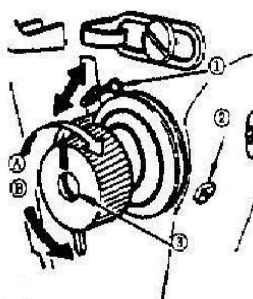

Рис. 15
1. Повернув винт регулятора натяжения (2) по часовой стрелке (в направлении С), Вы усилите натяжение нити в шпулке.
9. ПРУЖИНА НИТЕПРЯТЯГИВАТЕЛЯ (Рис. 15).